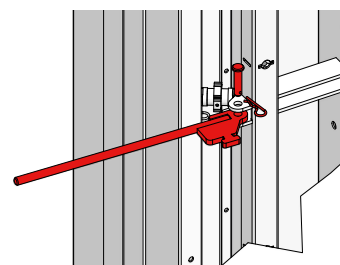

Abb. 17.3
2. In das "Schlüsselloch" am hinteren Ende der Abschalklammern wird der Stirnanker eingehängt (Abb. 17.2 A und 17.2 B). Alternativ kann der Stirnanker auch direkt am Element (auf Höhe der Spindeln) mit einem Bolzen befestigt werden (Abb. 17.3).